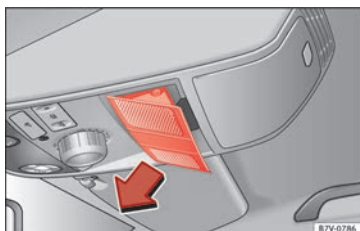

Fig. 15 En el revestimiento interior del techo: retire la cubierta.
- Retire la cubierta en dirección de la flecha » **fig. 15.**